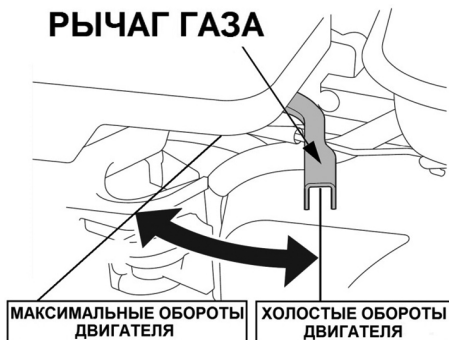

Рис. 17 Положения рычага газа
5. Переведите рычаг газа на 1/3 хода в сторону положения максимальных оборотов двигателя (Рис. 17).